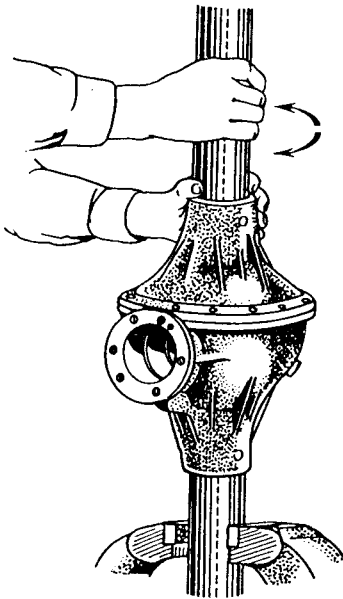

Bild 140. Einlaufen der Lagerrollen im Ausgleichgetriebe
2. Ausgleichgetriebe komplett in das Gehäuse einsetzen, dann Dichtbeilage und Gehäusedeckel anbringen und unter Durchdrehen des Deckels am Gehäuse die Lager so einlaufen, daß die Rollen ihre richtige Stellung einnehmen (Bild 140). Dann Deckel mit Gehäuse gleichmäßig mit den Schrauben und Muttern zusammenschrauben.